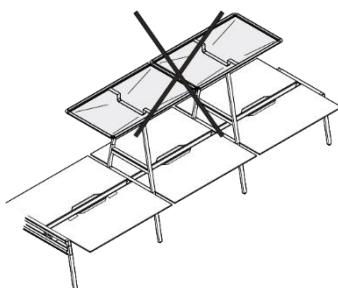

Figura 31 Baldaquín, montaje no admisible
- Dos baldaquines juntos sobre mesas con un ancho de 1400 mm (véase Figura 31).